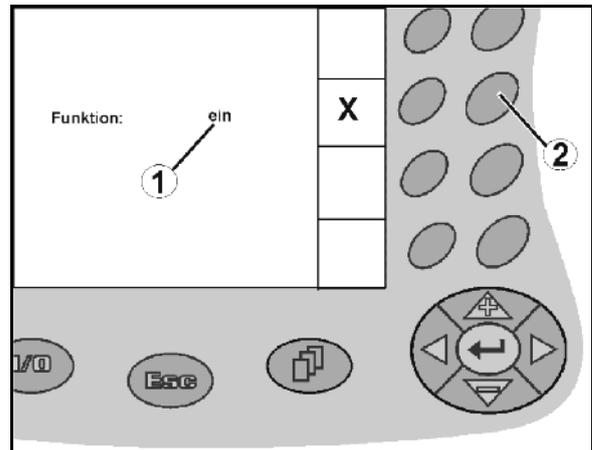

Fig. 15
- Trykk på funksjonstasten (Fig. 15/2) en gang.
- Funksjon **på** (Fig. 15/1).